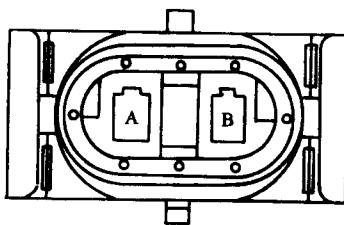

图 1-2 空调系统离合器
(1) 空调系统插接器端子的功能说明见表 1-3 ~ 表 1-15, 端子位置见图 1-2 ~ 图 1-14, 图和表的对应见速查索引表表 1-2。